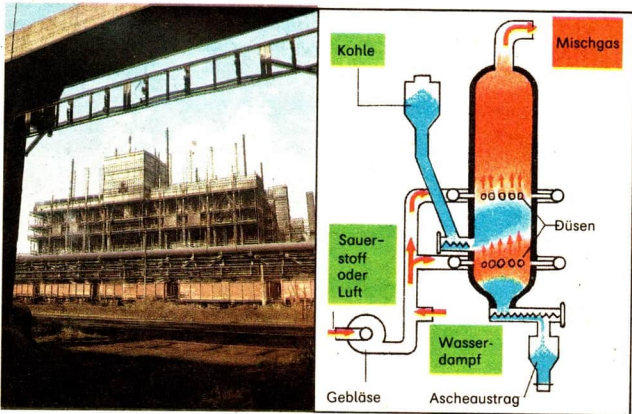

Abb. 94 Winkler-Generator, links: Ansicht, rechts: Schematische Darstellung
**Vergasung im Winkler-Generator.** Der Reaktionsapparat zur Herstellung von Mischgas aus Braunkohle ist der **Winkler-Generator** (Abb. 94). Der Winkler-Generator ist zylinderförmig, hat eine Höhe von etwa 20...25 m und einen Durchmesser von etwa 3 m. Er wird kontinuierlich mit feingemahlener Rohbraunkohle oder feinkörnigem Braunkohlenschwelkoks beschickt. Von unten bläst man ein Gemisch aus Luft oder Sauerstoff und Wasserdampf ein. Die eingeblasenen Gase wirbeln die Kohle auf und halten sie in der Schwebe. Das bezeichnet man als **Wirbelschicht**. In dieser etwa 2 m starken Wirbelschicht finden bei etwa 800...950°C die Reaktionen der Vergasung von Kohle statt. Der Aufrechterhaltung der notwendigen Reaktionstemperatur dient die Kopplung exothermer und endothermer Reaktionen.
- ① Wie wird die Temperatur im Winkler-Generator reguliert?
- ② Beschreibe die Arbeitsweise des Winkler-Generators anhand der Abbildung 94, Seite 196! Vergleiche sie mit der Arbeitsweise des Kalkschachtofens!
- ③ Welche Zusammensetzung hat Mischgas, wenn Kohle